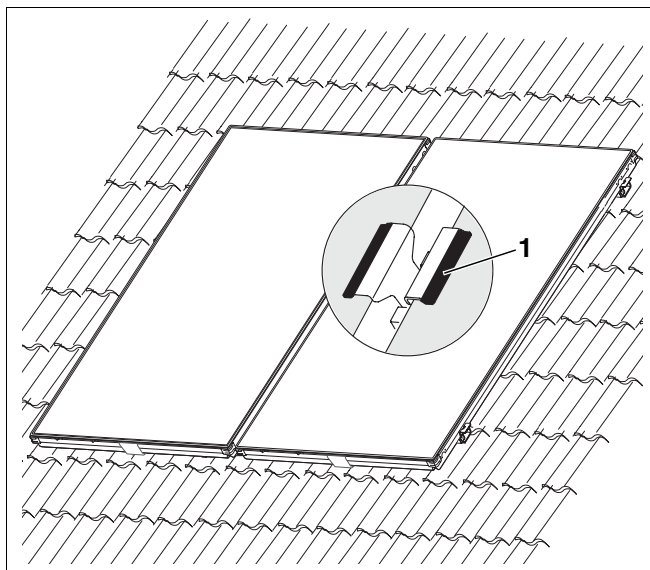

Fig. 36 Fijar los colectores en el centro
- ▶ Coloque el canto de los dispositivos de apriete dobles sobre el cristal de los colectores (fig. 36).
Es imprescindible comprobar que estén colocadas las tapas de protección (fig. 36, **pos. 1**) de los dispositivos de apriete dobles.